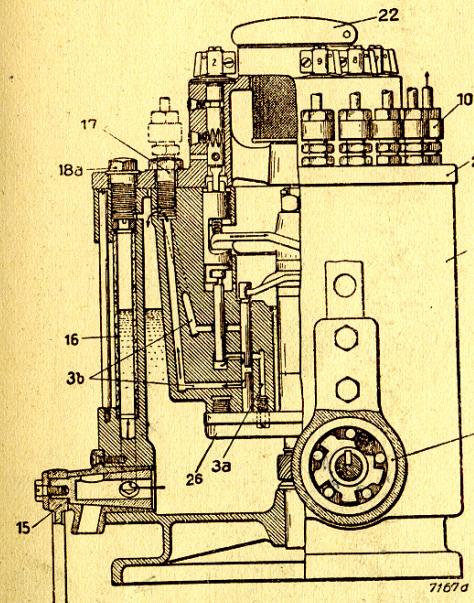

Bild 7. Druckstellung (Einzel-Regelung)
Zähes Öl, z. B. Dampfzylinderöl, muß vor dem Einfüllen angewärmt werden, damit es dünnflüssiger wird und leichter durch das Einfüllsieb hindurchfließt. Ist der Ölspiegel bis an den unteren Rand des Ölstandglases 16 (Bild 7) gefallen, so muß Öl nachgefüllt werden, um Ansaugen von Luft zu verhüten.
durch eine kurze Verschlußschraube 17 (Bild 7) zu ersetzen. Die Schraube 17 wird neuerdings in den Pumpenfuß unterhalb des Firmenschilds eingeschraubt, so daß sie im Bedarfsfall sofort zur Hand ist. Diese Verschlußschraube läßt in der oberen Bohrung des Pumpenelements eine seitliche Bohrung offen, durch die das Öl des nicht benutzten Ölauslasses in den Behälter zurückläuft.
Zum Ablassen des Öls oder der zur Reinigung verwendeten Flüssigkeit wird der Griff des Ablaßhahns 15 (Bild 7) am Ölbehälter nach oben gestellt. Dann fließt alles Öl aus dem Ölbehälter und dem Ölstand heraus.
Stellungen des Ablaßhahns. (Dreiweghahn, Bild 7).
6. Auswechseln des Ölstandglases. Springt das Ölstandglas, so wird der Griff des Dreiweghahns, wie oben angegeben, nach der Seite gedreht, damit kein Öl aus dem Behälter durch den zerbrochenen Ölstand herauslaufen kann. Nach Abnahme der Deckelschraube 18 a (Bild 7) schraubt